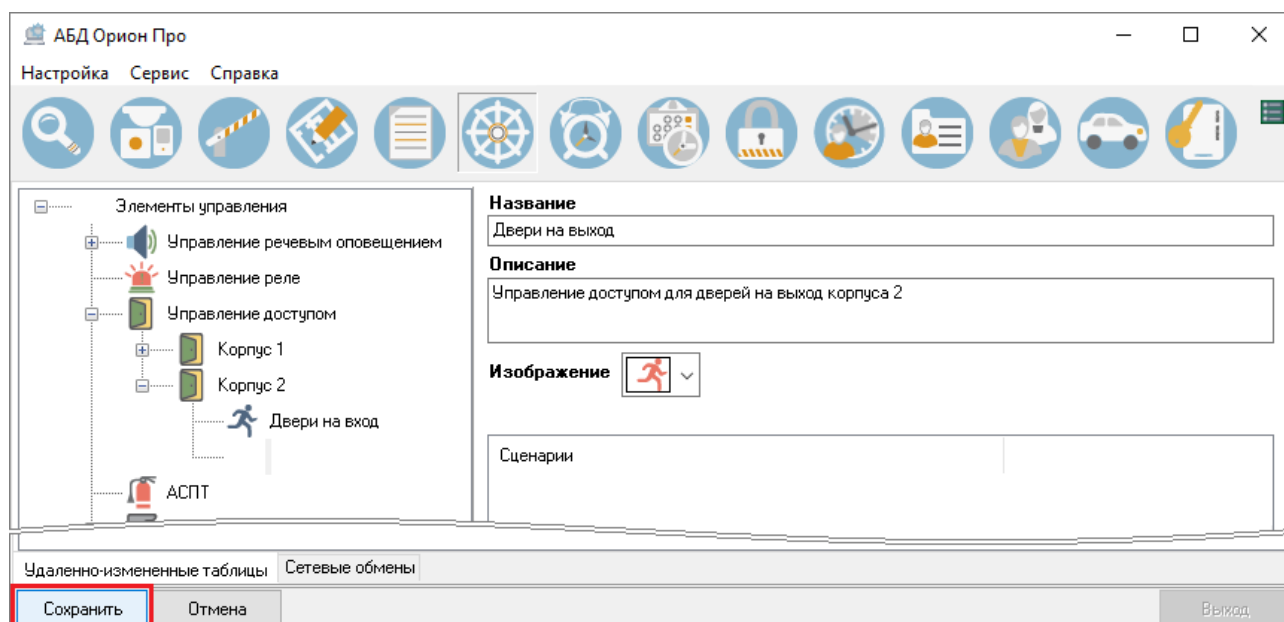

Рисунок 6-682 Сохранение элемента управления
- 4) нажмите кнопку «Сохранить» (см. Рисунок 6-682).